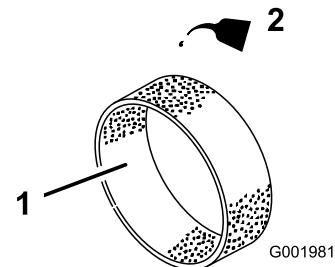

Figure 46
4. Imbibez l'élément de 30 à 60 ml d'huile (Figure 46).